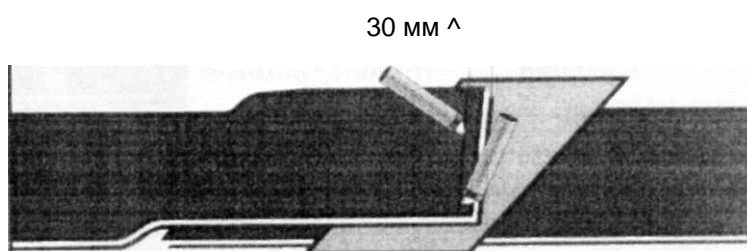

Рисунок 12 – Разделка ленты
- Отрезать край верхней ленты (Рисунок 12).